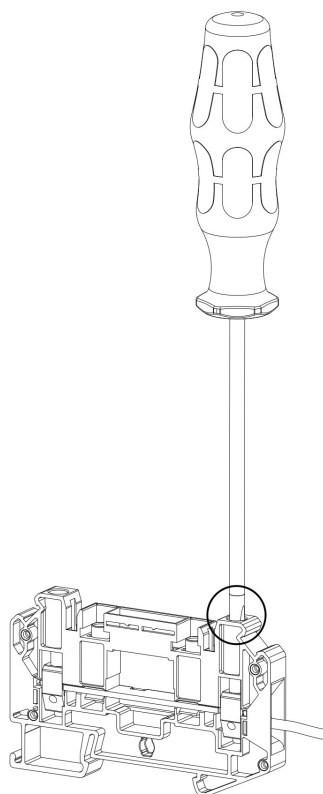

Рисунок 13 – отверстие для отвертки в измерительных клеммах при подключении проводника
- Вставьте плоскую отвертку (размер шлица зависит от типа клеммы) в круглое отверстие клеммы (рис. 13).